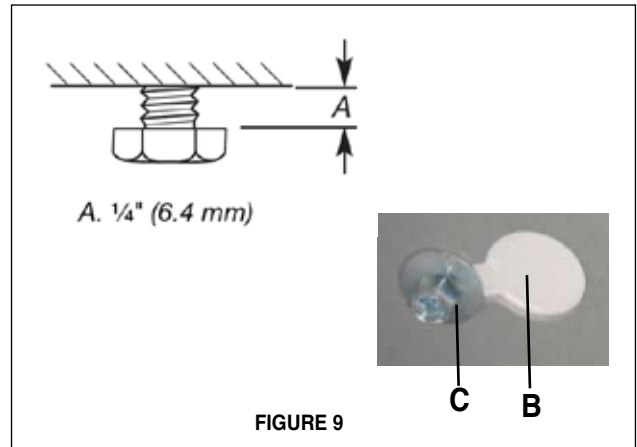

FIGURE 9
6. Déterminer l'emplacement approprié pour le câble d'alimentation, tel qu'il est indiqué sur le gabarit. Utiliser un foret de 1 1/4 po pour faire un trou et y passer le câble d'alimentation. Utiliser de la pâte à calfeutrer pour sceller tout autour du trou. **NE PAS mettre en circuit tant que l'installation n'est pas complétée.** Une pastille enfonçable est prévue en haut de la TREILLIS (D de la FIGURE 9) pour le câble d'alimentation.
8. Installer dans des trous forés précédemment pilotes dans le plafond des 4 boulons, rondelles et écrous ou des vis à bois dans le sac des pièces en fonction de votre type de plafond (page 4). Laisser les têtes de vis environ 1/4" loin de solives de plafond (A dans la figure 9).
12. Positionnez le support de la cheminée pour que le gros bout de la fentes sont plus les boulons de fixation au plafond (B dans la figure 9). Puis poussez le support de la cheminée pour que les boulons sortent dans le cou des fentes. (C dans la figure 9) Serrer les boulons.